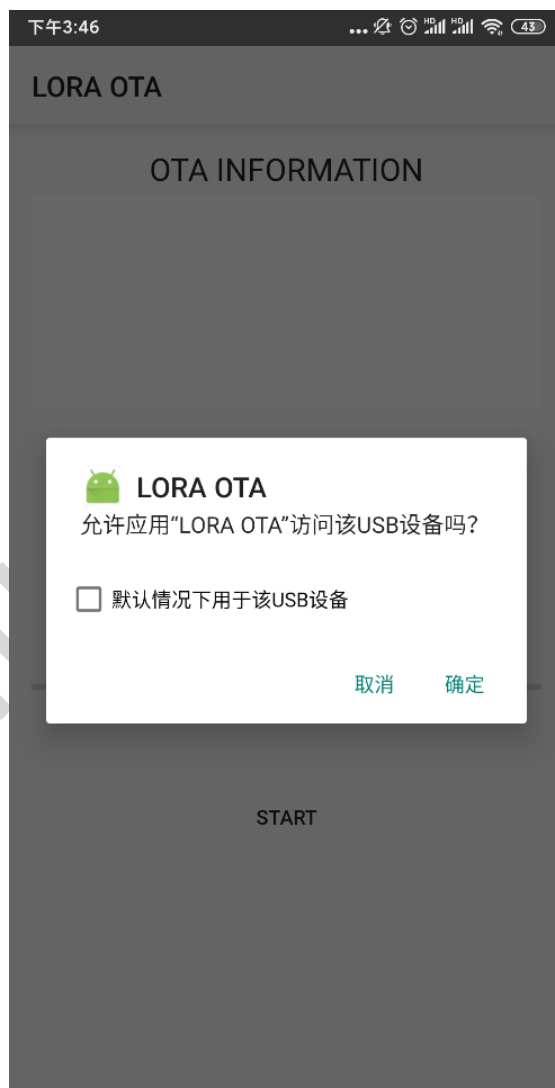

图 2-3 USB 访问提示
**注：**连接 OTA dongle 时，如果出现图 2-3 中的提示框，请点“确认”。